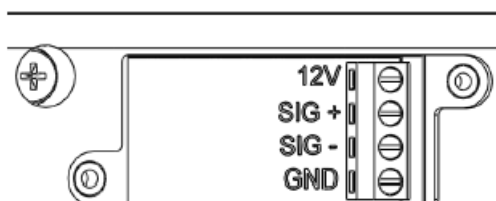

Figura 3-12: Detalles del cableado
- 5 Consulte la Figura 3-12 cuando realice el cableado. También puede consultar la descripción del sensor que se proporciona en la Tabla 3-1.